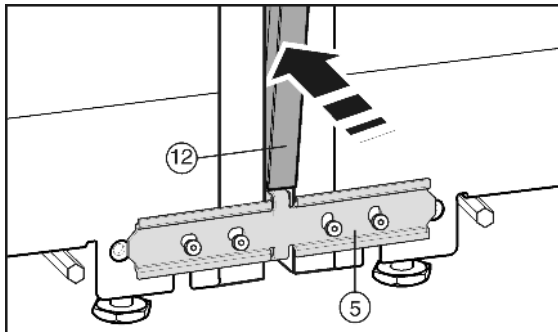

Fig. 9
Avant de mettre en place la baguette Fig. 9 (12), comprimer les deux nervures sur toute leur longueur. Ainsi la baguette se laisse introduire plus facilement dans la fente. Pour introduire la baguette, avoir recours à un chiffon doux pour prévenir des bosses dans la surface de la baguette. Enfoncer la baguette prudemment et de manière rectiligne dans la fente pour obtenir un assemblage optimal.
- ▶ Sur le côté avant, poussez la baguette Fig. 9 (12) longue dans la fente verticale. Veiller à ce que la baguette soit en contact avec la tôle de jonction Fig. 9 (5).